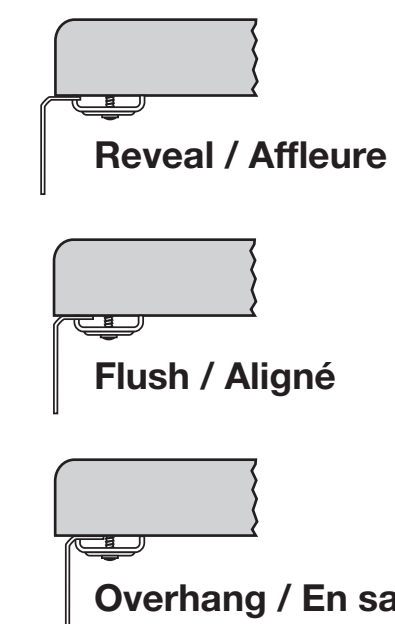

Fig. 1
**IMPORTANT:** This BLANCO undermount template provides a cut-out where the sink will be flush with the side of the countertop. Alternate options are possible i.e. reveal and overhang. (see fig. 1). We recommend the consumer and fabricator decide on the cut-out opening before the cut-out is made.
**IMPORTANT :** Le présent gabarit pour éviers à montage sous plan de travail prévoit une ouverture où le bord du plan de travail est aligné avec le bord de la ou des cuves. D'autres options sont possibles : montage affleuré et en saillie (Voir la figure 1). Nous recommandons au consommateur et à l'assembleur de décider de l'ouverture avant de la découper.